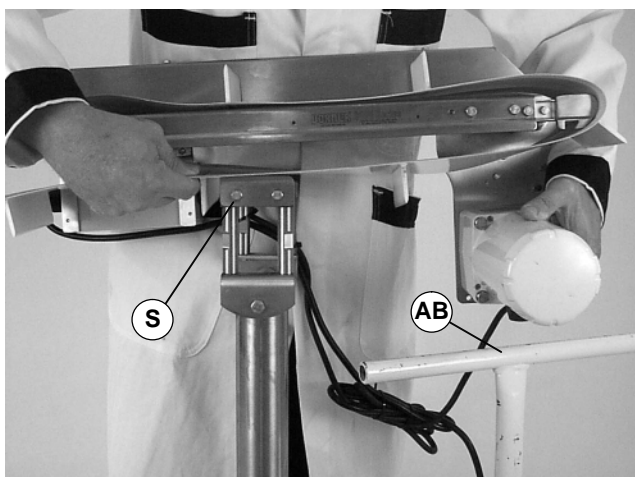

Abbildung 23
Das Gewicht des Getriebemotors liegt ganz auf einem Ende des Förderers. Dies könnte dazu führen, daß er von den Tragstützen kippt, wenn die Montageklemmplatten gelöst werden. Für Abstützung (AB siehe Abbildung 23) unter dem Getriebemotor sorgen, während der Gurt ausgewechselt wird.
6. Das Förderband vorübergehend am Montagesatz für Getriebemotoren stützen (AB siehe Abbildung 23).